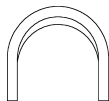

图 2-73 绘制椅垫
(4) 打开状态栏上的“对象捕捉”按钮，单击“默认”选项卡“绘图”面板中的“圆弧”按钮，绘制椅垫，结果如图 2-73 所示。